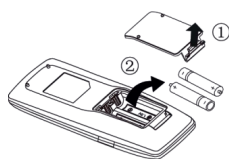

Fig.1
- (1). Retirez le couvercle en suivant la flèche (fig.1)